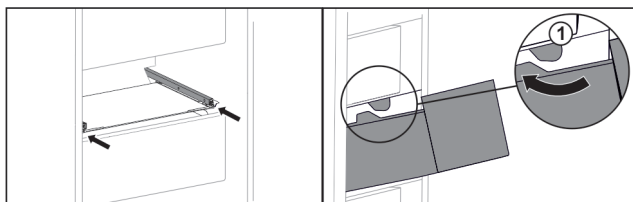

Fig. 160
- ▶ Ved'te zásuvku podél zarážek Fig. 160 (1).